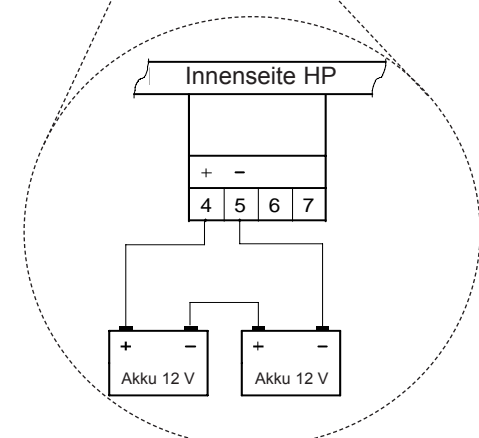

Abb. 14
- e. Akku-Einheit und Gerät miteinander verbinden (Abb. 14).
- **Achtung!** Polarität beachten (Abb. 14).